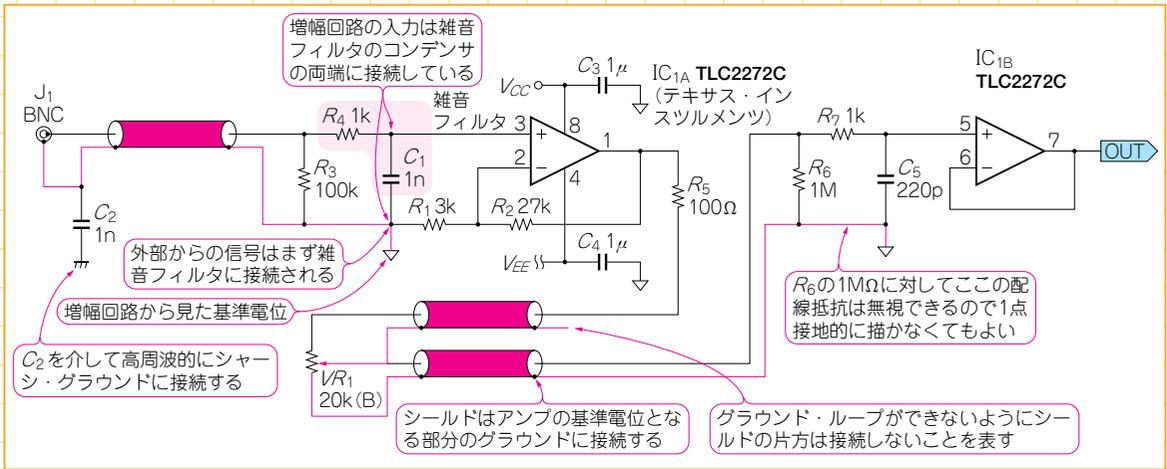

図1-3 回路図の描き方 例その③…OPアンプ回路周辺
- アナログ回路：図1-3のように、グラウンドの接続に留意する